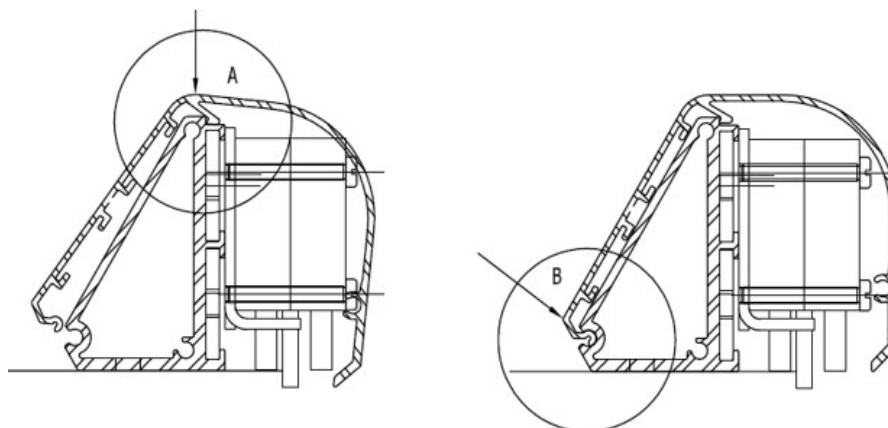

Figure 1 : Contact d'ouverture
- Serrer la vis sans tête à l'aide d'une clé Allen (voir figure 1).